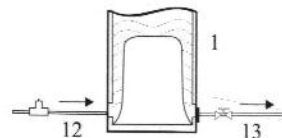

Рис. 10
3. Варианты подключения обратного трубопровода к котлу (Рис. 10).